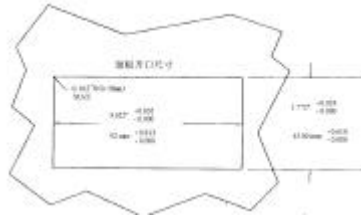

图 1 面板开口
1. 在任何一块厚度为 1/16 英寸 (1.5mm) 至 3/8 英寸 (9.5mm) 的面板上, 开出一个矩形切口 (参见图 1)。